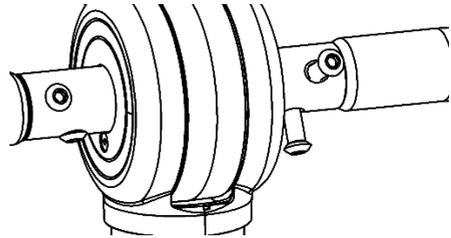

Fig. 1.6F
5. Montieren Sie die Schiebegriffe mit zwei Schrauben auf dem Mast (Fig 1.6F).